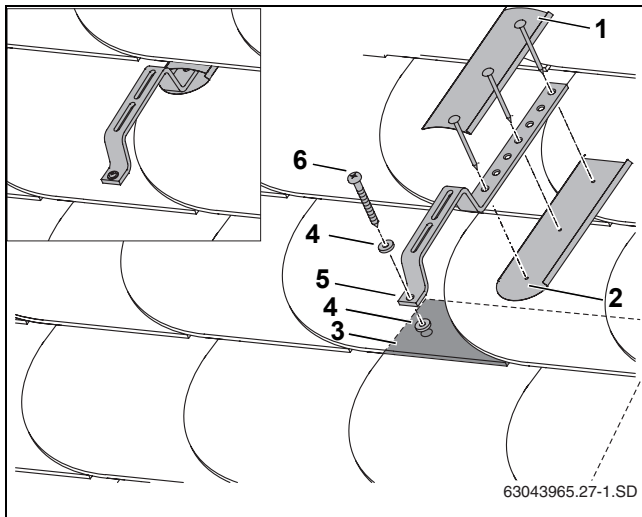

Bild 25 Montage auf einem Schiefer-/Schindeldach
Als Beispiel wird die Montage eines Sonderdachhakens und das wasserdichte Eindecken mit bauseitig zu stellenden Blechen (Bild 25, [1] und [2]) anhand einer Schiefer-/Schindel-Eindeckung gezeigt.
- ▶ Sonderdachhaken (Bild 25, [5]) und die Dichtung (Bild 25, [4]) mit der Schraube (Bild 25, [6]) auf die Schiefer-/Schindel-Eindeckung montieren.
- ▶ Um eine wasserdichte Montage sicherzustellen, müssen bauseitig über und unter den Sonderdachhaken Bleche (Bild 25, [1] und [2]) montiert werden.
Der Sonderdachhaken muss vorne auf einer Mehrfachüberdeckung (Bild 25, [3]) aufliegen.